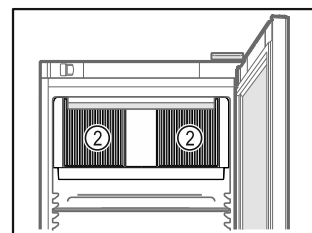

Fig. 39
- ❑ Дръжте вентилационните отвори Fig. 39 (2) на циркуляционния вентилатор във вътрешността свободни.